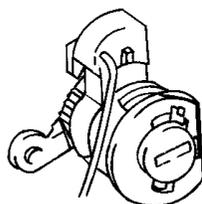

图 5-18 车门锁开关
1) 原因：利用车门的门锁开关（图 5-18）及中控锁按钮来测试泵，如果单一测试功能不良，则为泵不良。